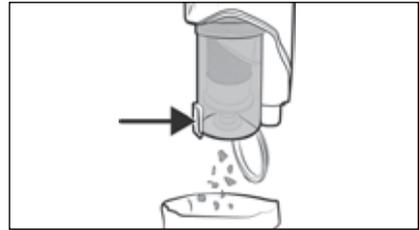

Fig. 16
- 1) Sostenga el depósito de polvo **7** sobre el cubo de la basura y pulse el botón de desencastre de la tapa del depósito de polvo **8**. Tras esto, se abre la tapa del depósito de polvo **9** y el contenido cae al cubo de la basura (consulte la fig. 16). A continuación, cierre la tapa del depósito de polvo **9**.